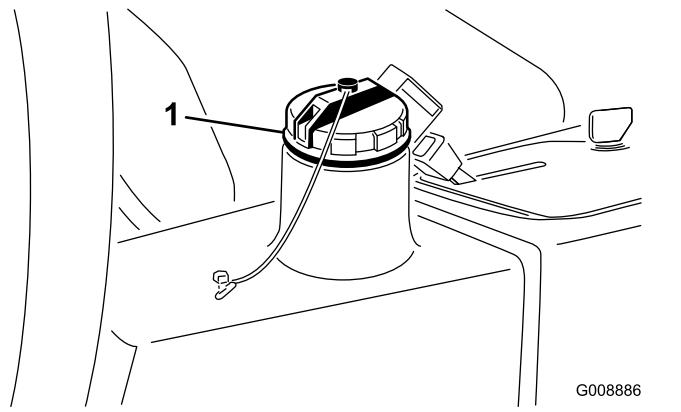

図 25
2. 油圧オイルタンクの注油口周辺をきれいに拭き、キャップ図 25 を外す。キャップを外す。